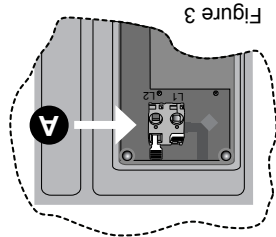

Figure 3
4. Vous remarquerez que le soulèvement du levier ouvre la fente pour le fil d'alimentation, Figure 3. Insérez le fil d'alimentation dans la fente A, comme dans l'illustration, Figure 4. Puis, abaissez le levier blanc et fixez le fil en place. Tirez doucement sur le fil après l'installation pour vérifier qu'il est fixé solidement sur la borne.